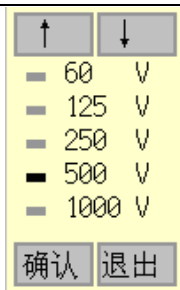

图 5.6 发射电压选择
10. 发射电压：发射探头的激励电压，按确认键弹出图 5.6 所示的发射电压选择界面，一共有 5 档，分别为 65V、125V、250V、500V、1000V，发射电压越大，发射能量越强，一般的小构件或信号强时选择低发射电压，大构件或者信号弱时选择高发射电压。默认发射电压为 500V。发射电压的选择与采样周期选则基本一样。